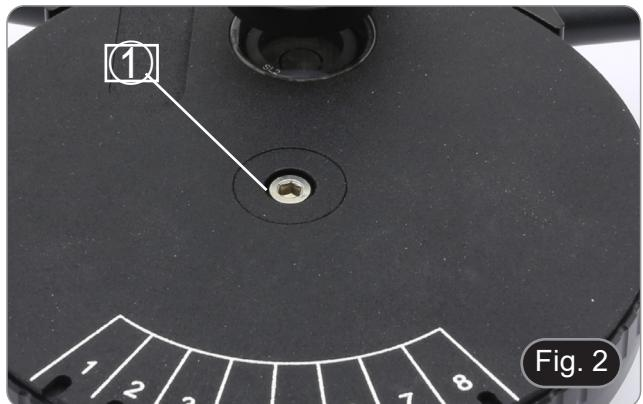

Fig. 2
1. Lösen Sie mit dem im Lieferumfang des Mikroskops enthaltenen Inbusschlüssel die Befestigungsschraube ① der Kondensatorabdeckung. (Fig. 2)
3. Setzen Sie die Abdeckung wieder auf und ziehen Sie die Befestigungsschraube ① an. (Fig. 2)